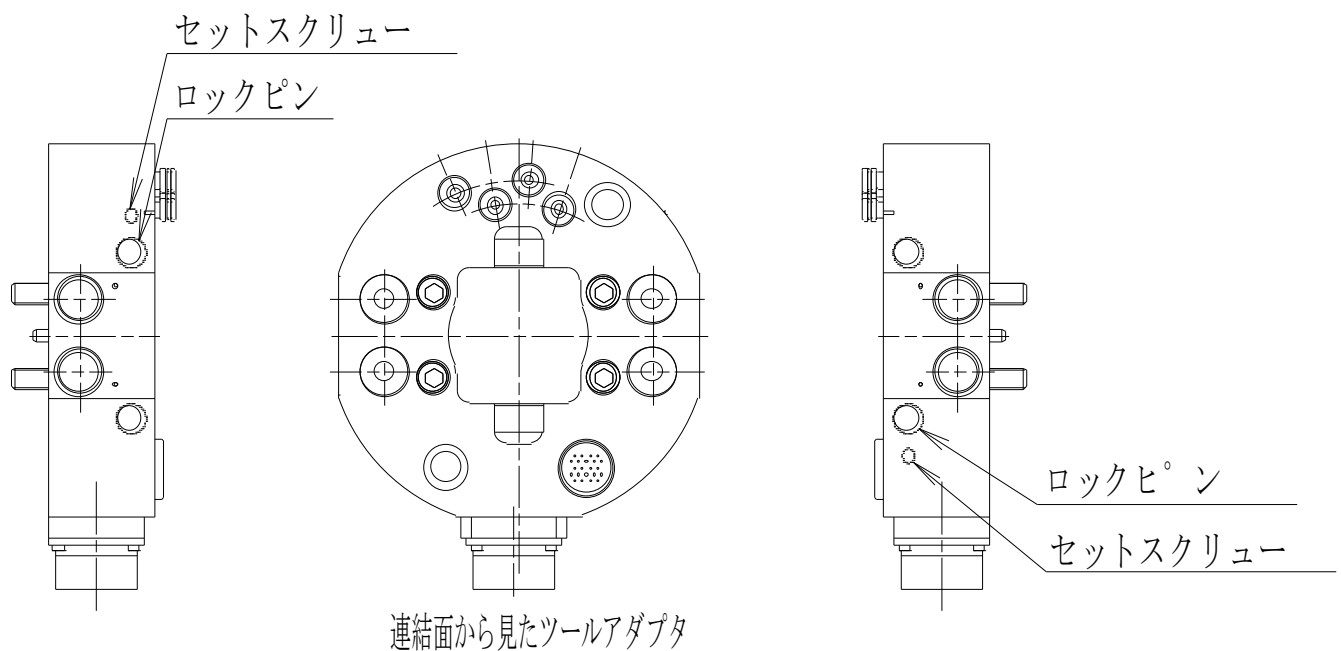

図10. 強制分離方法
- ② 「UNCHUCK」ポートにエアが加圧されていることを確認してください。
- ③ ツール側ハウジングのセットスクリュー（図10参照）2箇所を外し、
- ④ ロックピン2本をたたき出し、ツールを強制分離して下さい。